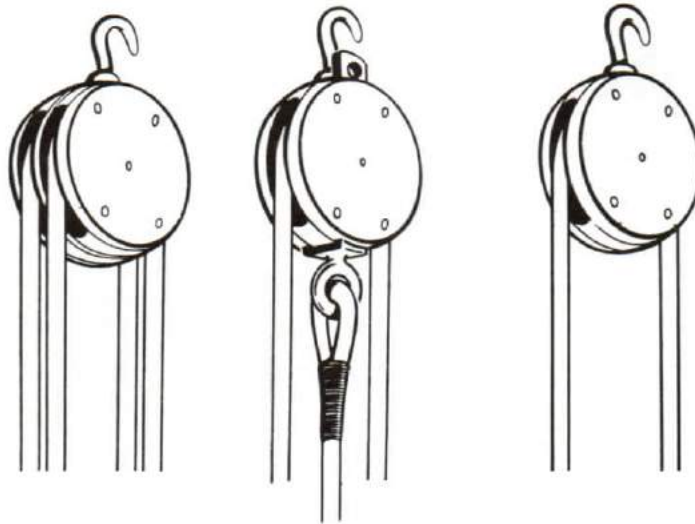

Figure 11-31
6. Also, you must have noticed by now that the mechanical advantage gained is the same as the number of parts of rope which emerge from the block which moves with the load. See Figure 11-31.
6. Vous avez aussi certainement remarqué que la démultiplication mécanique obtenue est égale au nombre de brins de cordage sortant de la poulie qui se déplace avec la charge (voir la figure 11-31).